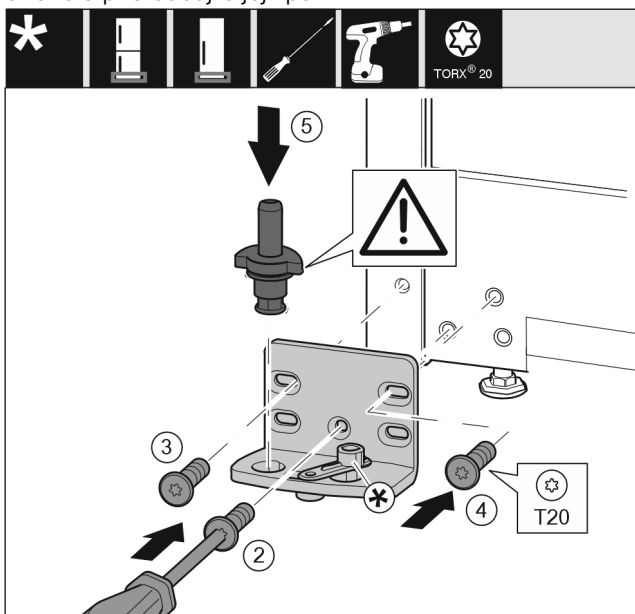

Fig. 20
- ▶ Nasadte stojan ložiska na druhé straně a přišroubujte pomocí šroubováku. Začněte šroubem Fig. 20 (2) dole uprostřed.
- ▶ Utáhněte šroub Fig. 20 (3) a šroub Fig. 20 (4).
- ▶ Zcela vložte ložiskový čep Fig. 20 (5). Přitom dávejte pozor, aby zajišťovací vačka směřovala dozadu.